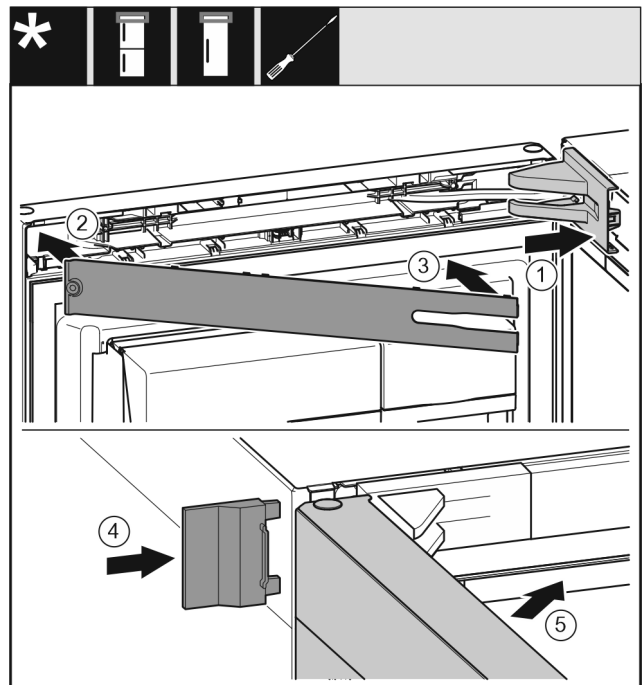

Fig. 24
- ▶ Lagerbockabdeckung Fig. 24 (1) aufsetzen und einrasten, ggf. vorsichtig auseinanderdrücken.
- ▶ Blende Fig. 24 (2) aufsetzen.
- ▶ Blende Fig. 24 (3) einschwenken und einrasten.
- ▶ Äußere Abdeckung Fig. 24 (4) aufschieben.
- ▶ Obere Tür Fig. 24 (5) schließen.